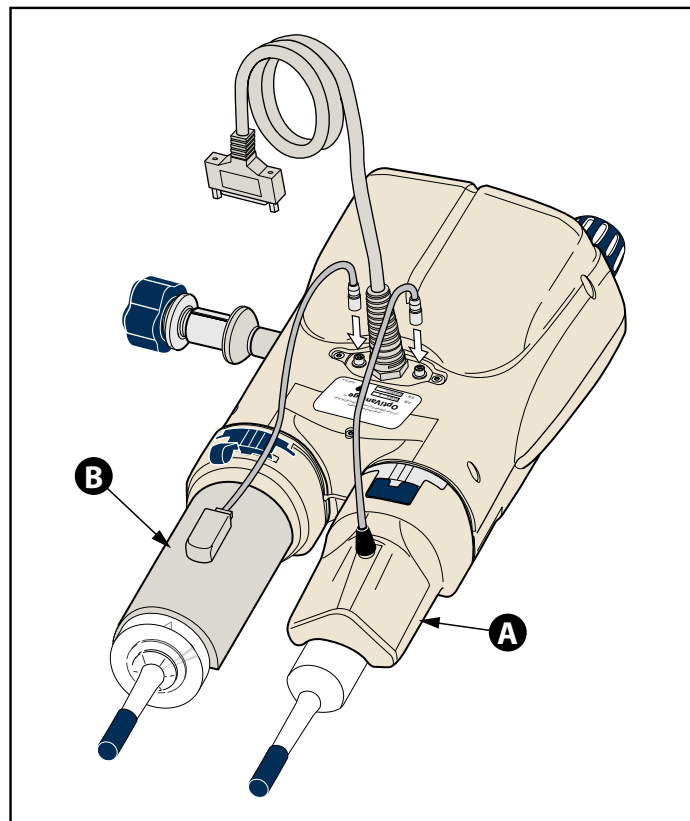

Figura 3-2-4 Conexões da manta térmica
Veja a Figura 3-2-4.
*Adaptador de seringa de 125 mL com RFID* **A** - O adaptador de seringa de 125 mL com RFID contém um aquecedor embutido para manter a temperatura do contraste pré-aquecido e sensores para ler as informações de uma seringa com RFID instalada. A conexão da manta aquecedora/sensor de tamanho da seringa é mostrada na Figura 3-2-4
*Adaptador de seringa de 125 mL sem RFID* **A** - O adaptador de seringa de 125 mL sem RFID contém um aquecedor incorporado para manter a temperatura do contraste pré-aquecido. A conexão da manta aquecedora/sensor de tamanho da seringa é mostrada na Figura 3-2-4.
*Manta térmica de 200 mL* **B** - A manta térmica de 200 mL mantém a temperatura do contraste preaquecido. A conexão da manta térmica é mostrada na Figura 3-2-4.